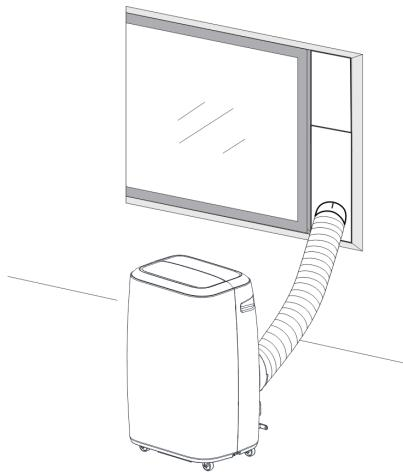
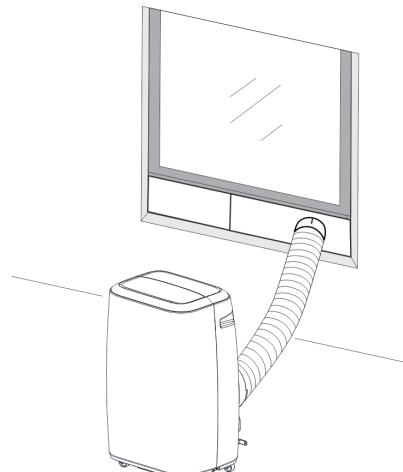

Fig. 5
Fig. 5a
2. Come indicato in Fig. 5 e Fig. 5a. installare il tubo di scarico e regolare bene la posizione della finestra.